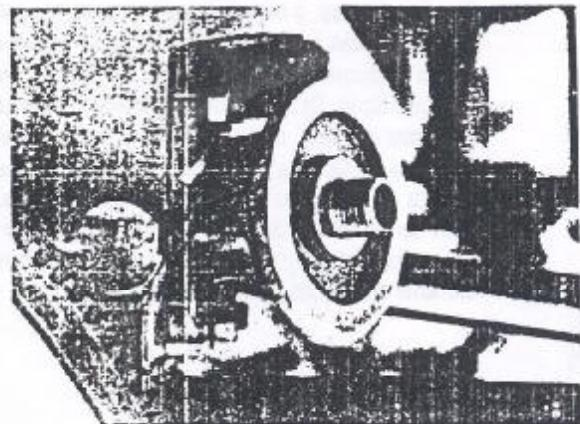

Figura 1.15.1 - Suporte do filtro de óleo
3. Remover as porcas e arruelas de fixação do suporte e filtro de óleo e remover o suporte, juntamente com a junta (Figura 1.15.1).